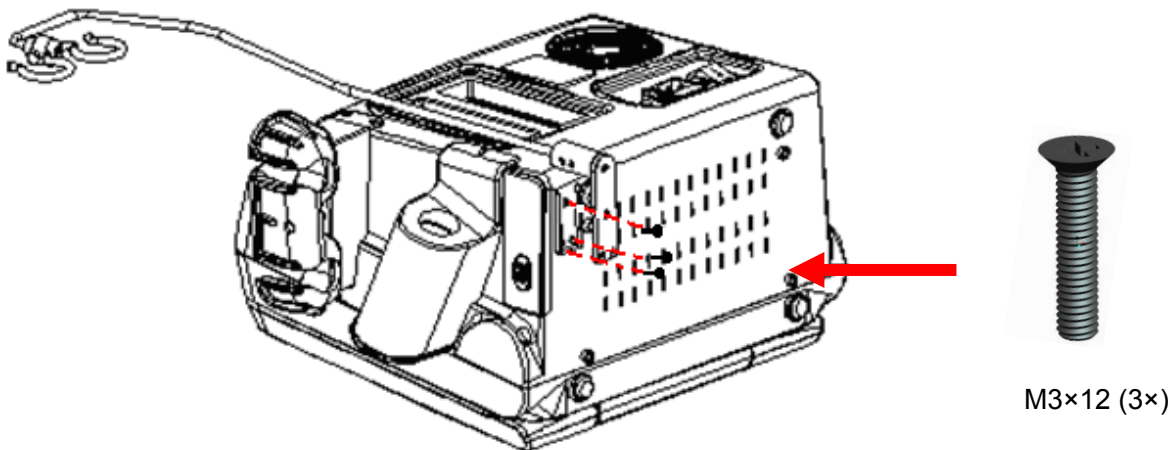

Abb. 4-1 Sondenkabelhalter anschrauben
3. Das Gerät wird vorsichtig auf dem Schaumstoff umgedreht und auf die Oberseite gelegt. Der Sondenkabelhalter wird mit den Schrauben und mithilfe eines Kreuzschlitzschraubendrehers festgeschraubt (s. Abb. 4.1).